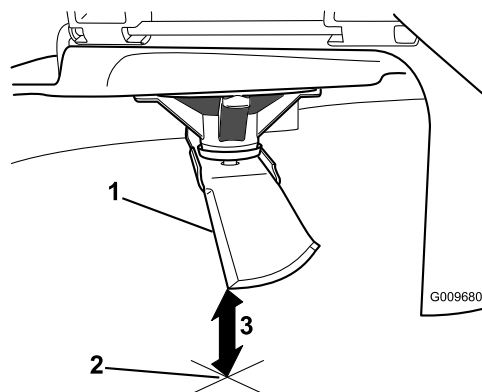

Bild 65
5. Messen Sie von der Messerspitze bis zu ebenen Fläche (Bild 65).